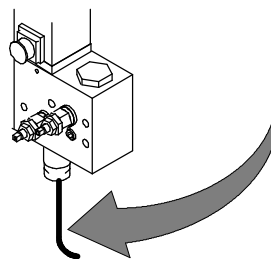

Fig. 26
a) La rotura del cable de acero (cód. 01001567, tabla 5-6-7) causa la inmediata subida del brazo más allá del límite máximo (Fig. 26). Es necesario desconectar inmediatamente el motor, para evitar que se quemé, y substituir el cable.